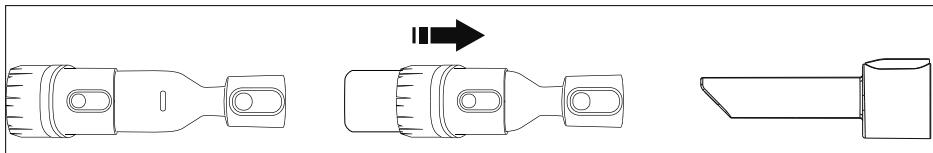

Abb. 7
Fugendüse (6) (siehe Abb. 7)	<ul style="list-style-type: none"> Absaugen von Ecken, für die Bodendüse unerreichbare Stellen, Fensterrahmen, Stofffalten usw.
2-in-1-Düse (7) (siehe Abb. 7)	<ul style="list-style-type: none"> Bürste: Absaugen von empfindlichen Gegenständen wie Büchern, Bilderrahmen oder Polstern, Vorhang, Gitter nur Düse: Betten, Sofa, Polster